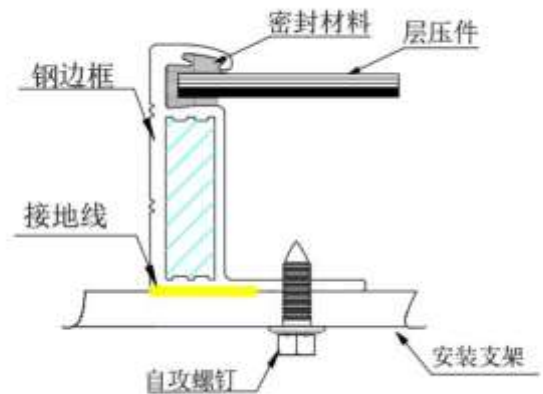

图 11-2 ST 4.8 盘头自攻螺钉接地示意图
- 日升接地孔设计在光伏组件金属边框的 C 面，直径为 4mm，使用单独的接地线和相关配件连接太阳能光伏组件的边框并将接地线连接到大地，铝边框建议使用常规 M4×12mm 的接地螺栓并配套有 M4 的螺母，星型垫圈及平垫圈，高强度合金钢边框建议使用 M5 盘头螺钉或 ST 4.8 盘头自攻螺钉，如图 11-2 所示，这样能确保组件被牢靠接地。您可以在日升组件产品手册上找到相应的产品图纸，来了解详细的产品接地孔数量，尺寸和位置，接地固定应用扭力矩为 4N·m-8N·m。